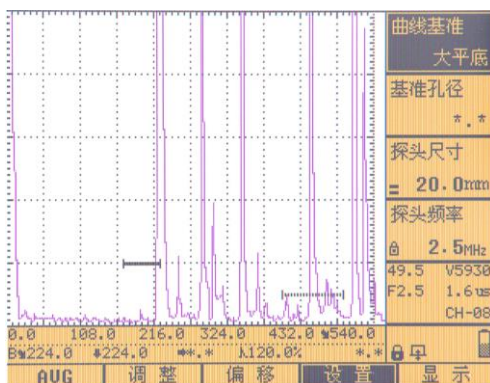

图 4.21
- 1、按【曲线】键进入 DAC 基准设置和制作界面，再按【曲线】键，切换到 AVG 基准设置和制作界面，选择“设置”主菜单，把“曲线基准”子菜单设置为“大平底”类型；按【向下】键选择“基准孔径”，通过旋轮左旋或右旋，设置“基准孔径”的大小。如图 4.21 所示。